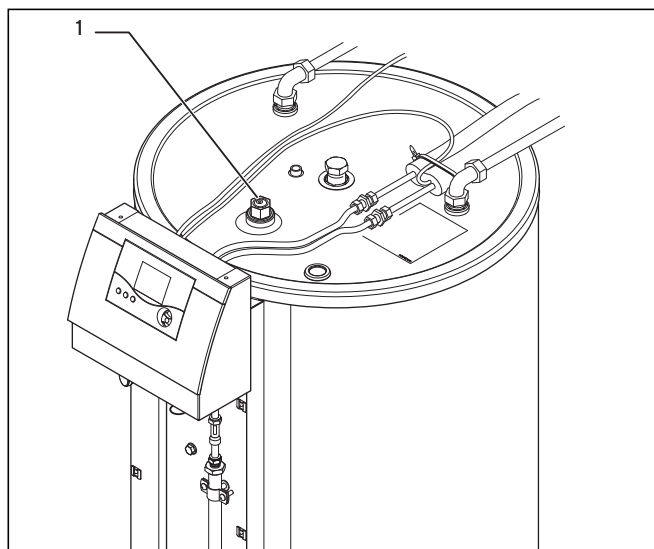

Fig. 7.1 Retrait de l'anode de protection
- Dévissez l'anode de protection en magnésium (1, Fig. 7.1) et contrôlez son usure.